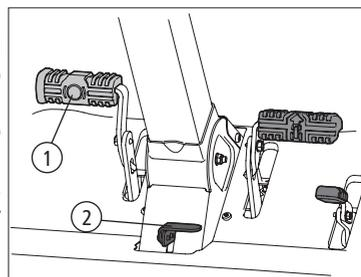

Fig. 18
- Engate o freio estacionário (2) primeiramente pressionando o pedal de freio (1) para frente e, em seguida, pressionando para baixo o freio estacionário (2). Solte o pedal de freio (1), [Fig. 18].